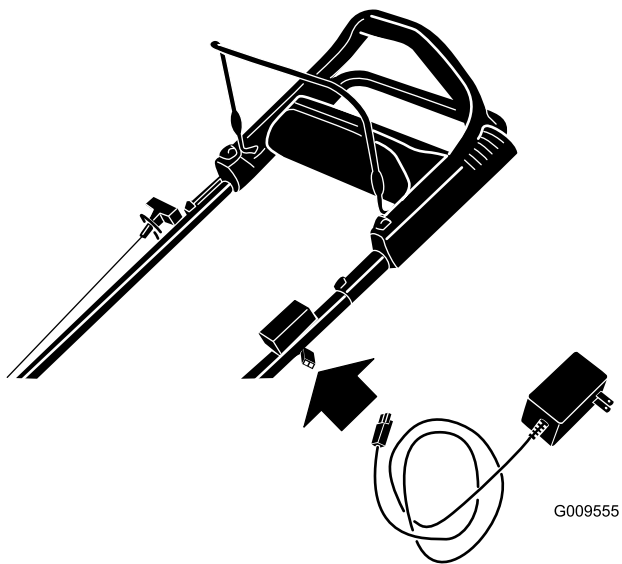

Figure 24
1. Branchez le chargeur sur le faisceau de câblage situé sous la clé de contact (Figure 24).